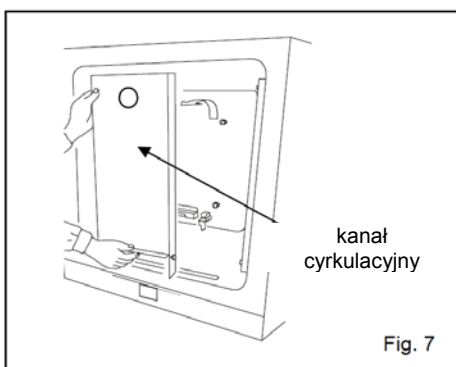

Fig. 7
8. Usuń 2 śruby mocujące kanał cyrkulacyjny i zdejmij go unosząc całość ku górze (Rys. 7)